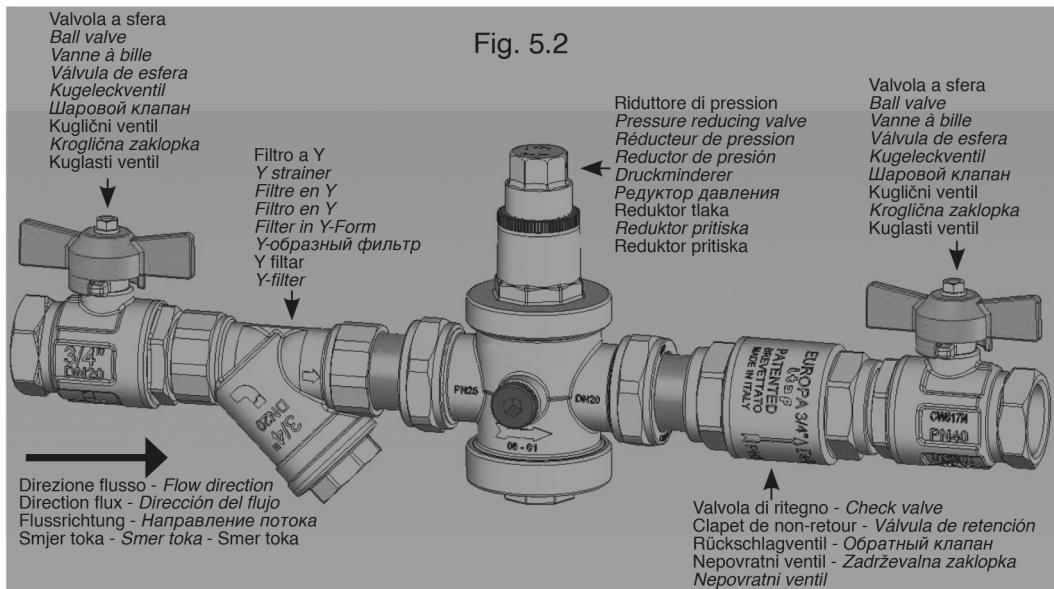

Fig. 5.2
- Para una instalación según las reglas del arte seguir el esquema de la Fig. 5.2